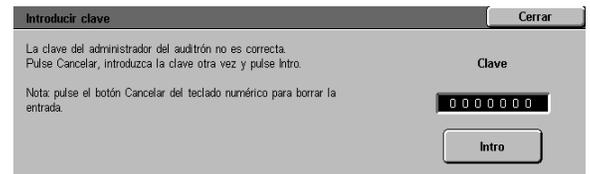

Figura 5: Pantalla Introducir clave
- 2 Pulse el botón **Administración del auditrón** en la pantalla para mostrar la pantalla Introducir clave, tal y como ilustra la Figura 5.